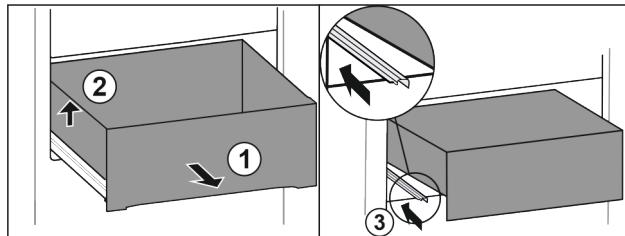

Fig. 89
- Вытяните выдвижной ящик до упора. Fig. 89 (1)
- Приподнимите выдвижной ящик слева. Fig. 89 (2)
- Вставьте левую направляющую. Fig. 89 (3)